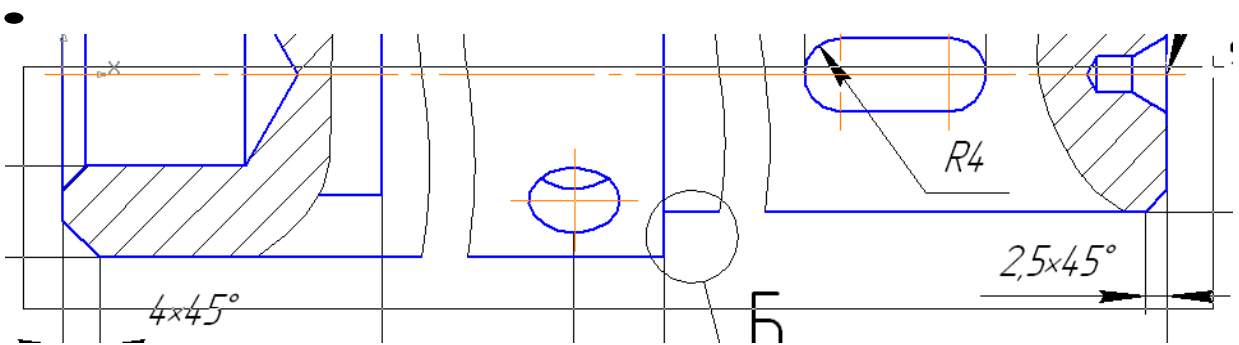

Рис. 2
• Создайте документ «Деталь». Для создания эскиза выделите плоскость  $XU$  в дереве построения и перейдите в режим редактирования эскиза с помощью команды *Эскиз*. Откройте выполненный чертеж «Вал», выделите макроэлементы командой *Выделить по типу* на панели *Выделение* и подключите команду *Разрушить* в меню *Редактор*. Выделите рамкой изображение, рис. 2, и скопируйте выделенные объекты в буфер обмена командой *Копировать* на *Стандартной панели*. Укажите базовую точку.